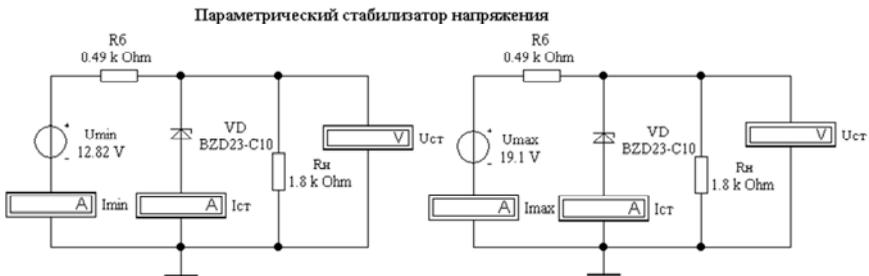

Рис. 17.4. Параметрический стабилизатор напряжения (файл **stab1.ewb**)
2. Исследование параметрических стабилизаторов напряжения. Проверить решение задачи 13.9 [2] в EWB (файл **stab1.ewb**, рис. 17.4), обратить внимание на содержимое окна *Description*. Рассчитать коэффициент стабилизации напряжения.